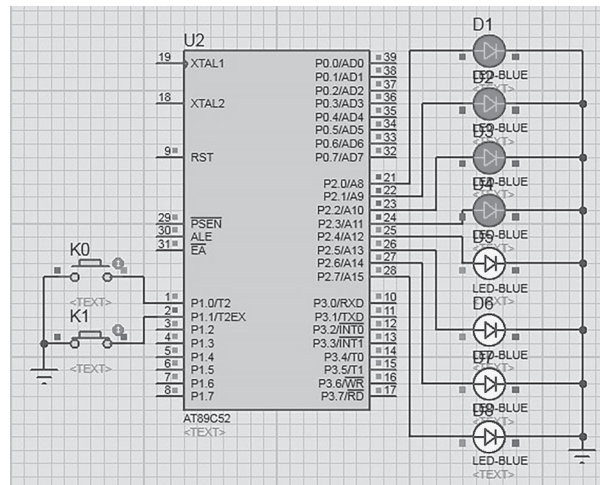

图 1.27 上下 4 个 LED 交替点亮
(3) 当 K0 断开、K1 闭合时, 上面 4 只 LED 和下面 4 只 LED 交替点亮, 大约每秒钟变化 1 次, 如图 1.27 所示。